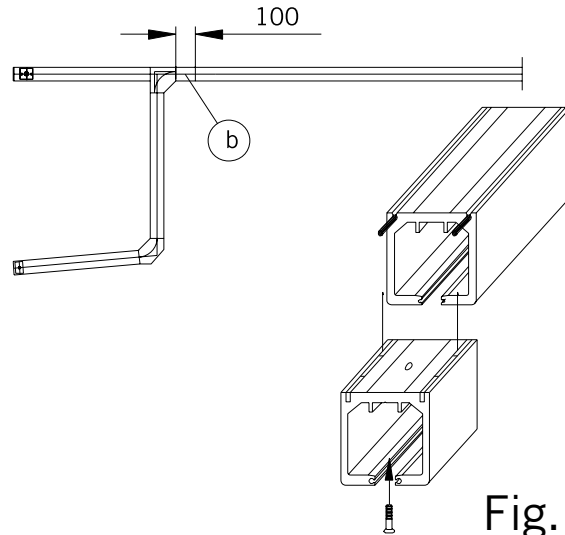

Fig. 5
5. Roller replacement (Fig. 5):